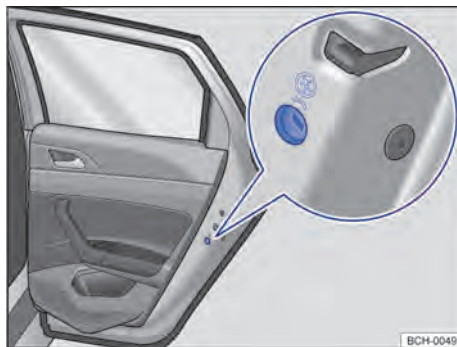

Fig. 58 Na porta traseira (lado direito): localização da trava de segurança para crianças.
- Introduzir a haste da chave na ranhura da trava de segurança para crianças para ativar ou desativar → Fig. 58.